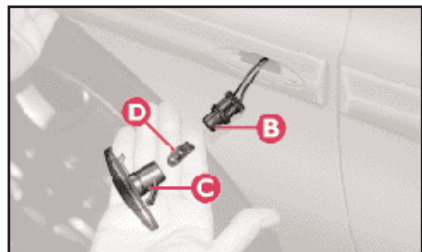

fig. 16
3) Estrarre il portalampada **B** (fig. 16) dalla sede **C** del trasparente.